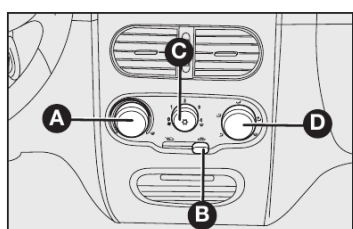

fig. 62
COMANDOS - fig. 62
1) Seletor para a temperatura do ar **A-fig. 62** totalmente posicionado à esquerda.
2) Seletor do ventilador **C-fig. 62** posicionado na velocidade máxima.
3) Seletor de distribuição do ar **D-fig. 62** apontado para ; controlar para que todas as saídas de ar estejam totalmente abertas.
4) Ligar o ar-condicionado apertando o seletor **C-fig. 62**.
O ar-condicionado é muito útil para acelerar o desembaçamento, pois desumidifica o ar. É suficiente regular os comandos para a função de desembaçamento e ativar o condicionador, apertando o seletor **C-fig. 62**.
1) Condicionador de ar ligado: seletor **C-fig. 62**.
5) Recirculação do ar: desligada. Botão **B-fig. 62**.